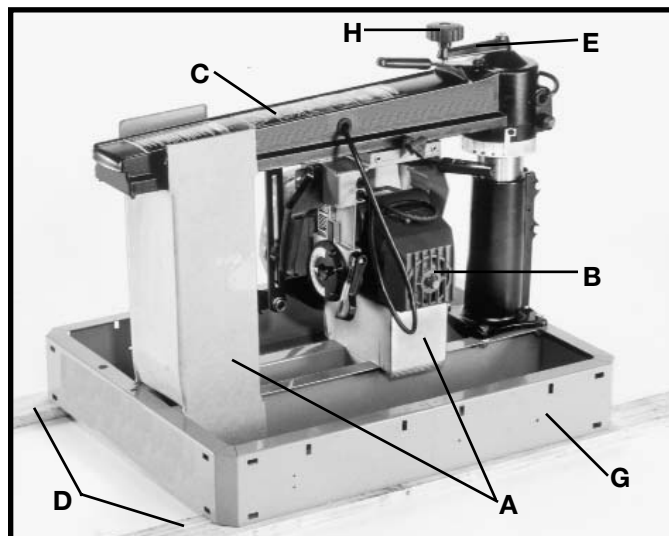
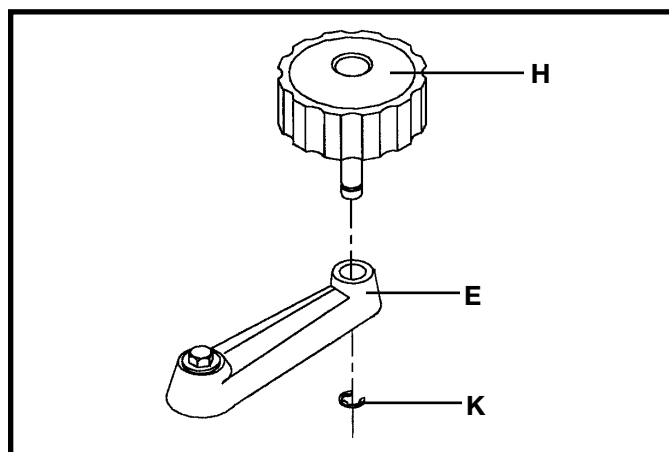

Fig. 1
Fig. 2
1. La sierra viene embalada desde la fábrica con bloques de apoyo (A) Fig. 1 bajo el cabezal de corte (B), el brazo guía (C). Dos tablas de embarque (D) afianzadas a la base de la sierra (G). Sin embargo, para impedir el daño durante el envío, la perilla de elevación del brazo guía (H) se envía desensamblada de la palanca (E). Antes de seguir, inserte el poste de la perilla (H) Fig. 2 a través del agujero en la palanca (E), sujetándola en su sitio con el anillo en "E" (K) dentro de la ranura en el poste.
2. Los bloques de apoyo (A) Fig. 1 pueden quitarse girando la perilla de elevación del brazo guía (H) en el sentido de las agujas del reloj, y las tablas de embarque (D) se pueden quitar al retirar los tornillos de retén (que no se ilustran) y que están situados dentro de la base de la sierra. Descarte los bloques de apoyo (A) y las tablas de embarque (D).